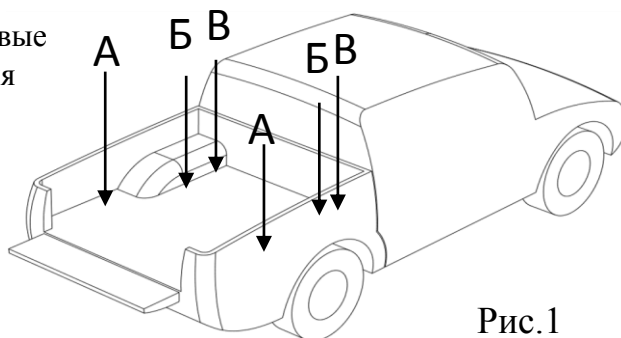

Рис.1
- Вывернуть штатные болты А и Б из кузова автомобиля (рис.1). **Внимание! Болты В не выворачивать!**
- Разместить на полу грузового отсека роликовые направляющие так, чтобы совпали крепежные отверстия А и Б (рис.1). **ВНИМАНИЕ! В случае несовпадения монтажных отверстий, необходимо ослабить болты крепления опорных «П-образных» кронштейнов, отрегулировать положение опорных кронштейнов и снова затянуть болты.**